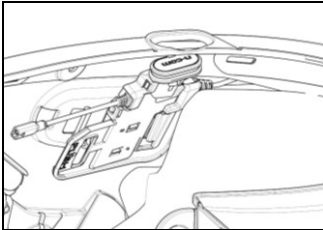

Abb. 6
- Positionieren Sie das System im Innern des Helms gemäß Abbildung 6.